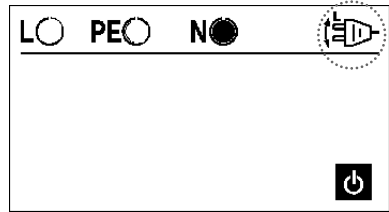

Bild 5.3.5: Anzeige bei Phasenlage N an L/L1 und L an N/L2
Zeigt das Prüfgerät die Anschlussbelegung wie in Bild 5.3.5 an, d.h. das Symbol 'Netzstecker drehen' (5) blinkt, so lässt sich die Prüfung nicht starten und beim Start der Prüfung ertönt ein Signalton. Dann ist der Schuko-stecker umzudrehen bzw. bei den angeschlossenen Messleitungen ist L und N zu vertauschen.
► Berühren Sie zur Steckdosenprüfung die Berührungselektrode 'PE' (21).